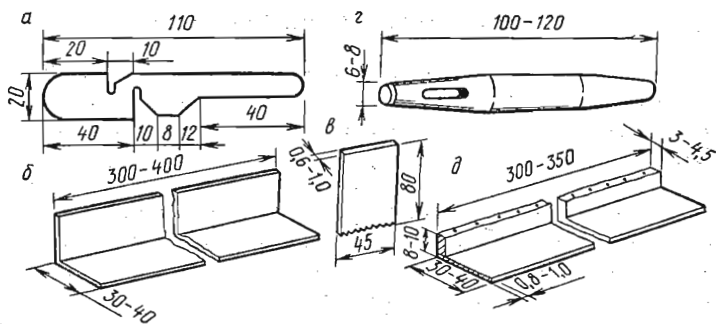

Рис. 14. Вспомогательные инструменты для ручных переплетных работ:
«*Растрепка*», или трепальная дощечка (рис. 14, а), представляющая собой тонкую жестяную пластинку, предназначена для размочаливания шнуров, которое производится после высыхания приклеенных к блоку форзацев. На боках ее имеются вырезы для выкладывания шнуров.
Дюралевые или стальные *уголки* (рис. 14, б) используются при резке бумаги и переpletных материалов ножом. Длина уголка 300—400 мм, ширина 30—40 мм.
*Кашировка* (рис. 14, в) — металлическая пластинка (толщина 0,6—1,0 мм) с мелкими закругленными зубцами на одной стороне, служит для придания грибообразной формы корешкам толстых книг.
**Пробойник** (рис. 14, г) применяется для пробивания отверстий в корешках альбомных листов.
**Фальцлинейка** (рис. 14, д) предназначена для обрезки кромок картонных сторон переплетных крышек. Она представляет собой тонкую металлическую пластинку длиной 300—350 мм, шириной 30—40 мм, к одной из сторон ее прикреплены металлические бортики высотой 8—10 мм и толщиной 3, 4 и 5 мм.